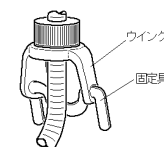

図2. 固定具（装着状態）
- 製造時のウイング固定を目的とした、固定具（図2. 参照）が装着されている。